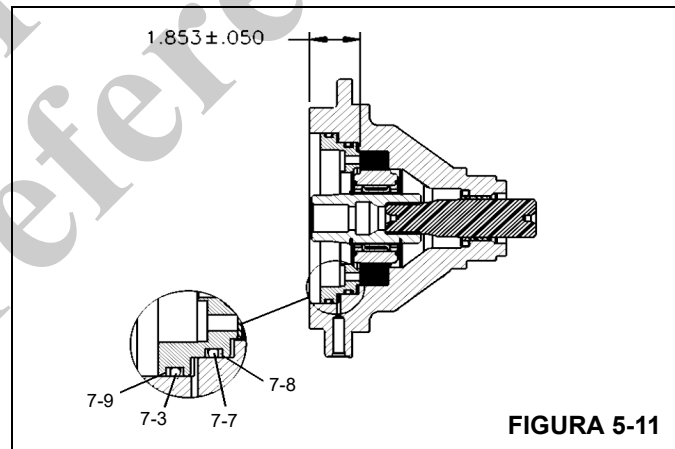

FIGURA 5-11
14. Revista os novos anéis de vedação e anéis de encosto (itens 7-3, 7-7, 7-8 e 7-9) com óleo leve e instale no pistão (item 10). Consulte a Figura 5-11 para a instalação adequada dos anéis de vedação/encosto.